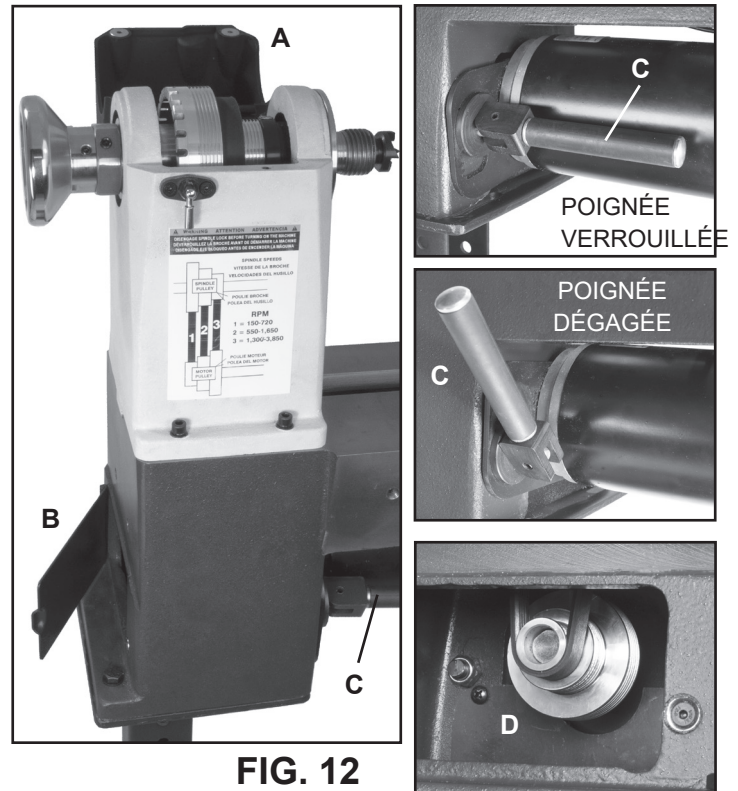
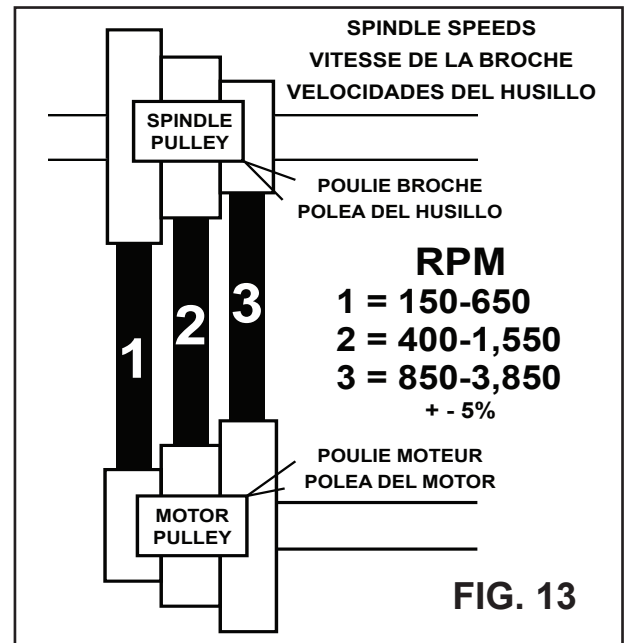

FIG. 12
FIG. 13
2. Ouvrir le couvercle situé dessus la poupée fixe (#14B, FIG. 12, A) et le couvercle de la plaque recouvrant le banc (#5A, B) du côté gauche pour obtenir l'accès à la courroie et aux poulies situées à l'intérieur de la poupée fixe.
- Tirer la poignée vers l'avant pour déverrouiller. FIG. 12, C.
4. - Changer la position de la courroie sur les deux poulies. La courroie Poly-V (#29B) peut maintenant être re-positionnée sur la poulie supérieure de la broche (#24B) et sur la poulie inférieure du moteur (#10A, FIG. 12, D) afin de régler la plage de vitesse désirée. FIG. 13 montre les positions de courroie pour les trois vitesses.